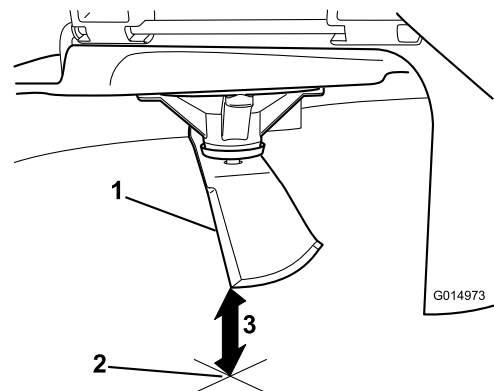

Figure 100
5. Mesurez la distance entre la pointe de la lame et la surface plane (Figure 100).